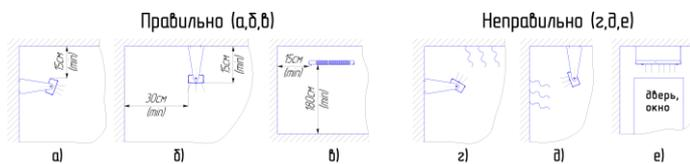

Рис.2 Рекомендации по установке электрообогревателя
6.5. Рекомендации по установке электрообогревателя приведены на рис.2.